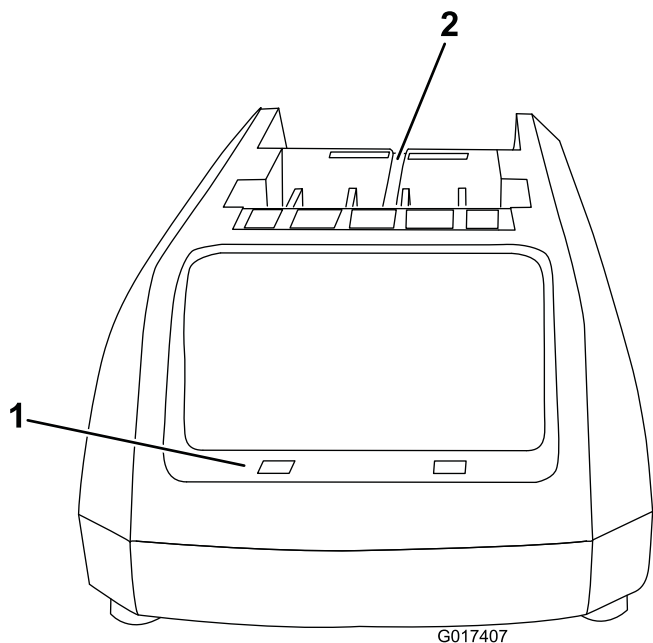
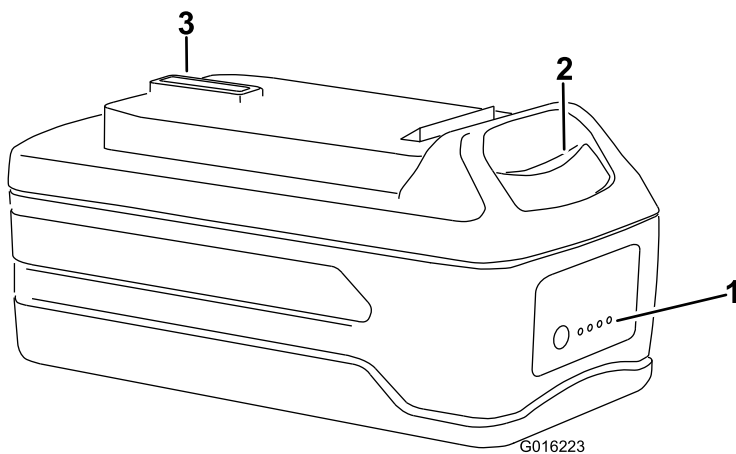

Figure 4
Figure 5
1. Retournez la batterie et placez la borne en face de la fente du chargeur (Figure 4 et Figure 5).